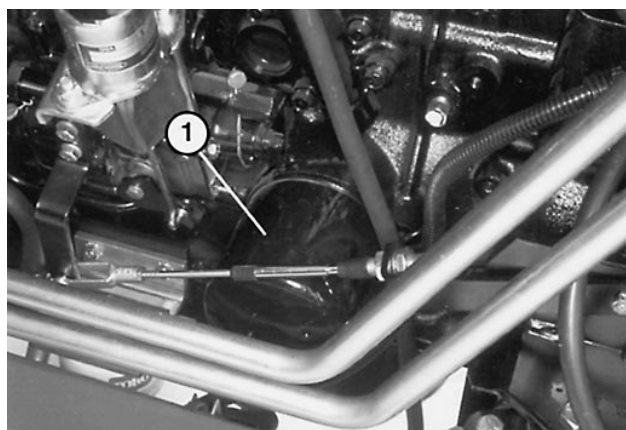

Figure 36
- Retirer le bouchon de vidange et laisser s'écouler l'huile dans le bac de vidange. Déposer et remplacer le filtre à huile (Fig. 36) (se reporter au catalogue de pièces pour connaître le numéro de référence). Enduire d'huile le joint torique filtre et serrer le filtre à la main.